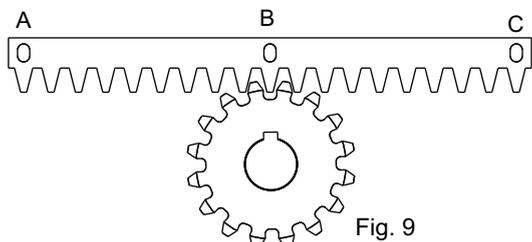
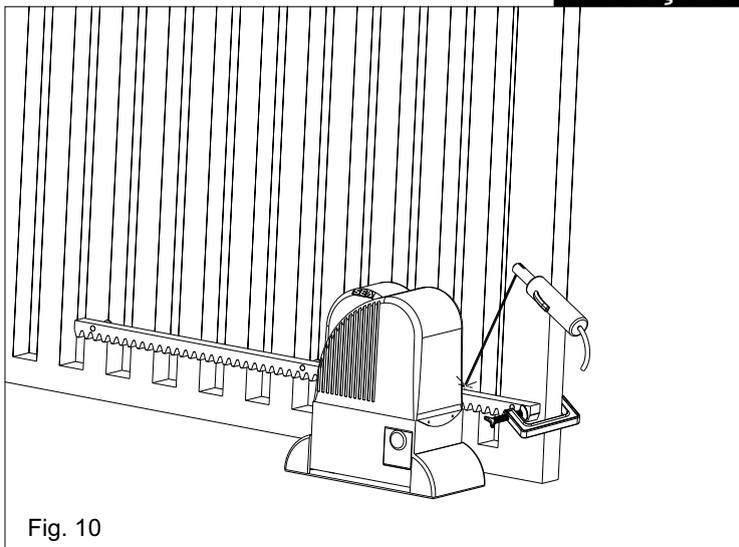

Fig. 9
Fig. 10
6.3. Suivant la figure 9, poser le premier élément de la crémaillère sur le pignon de façon qu'il résulte parallèle à la guide du pavement du portail et pointer par soudure l'entretoise "B" à la structure du portail (Fig. 10). Faire évoluer le portail jusqu'au point "C" et vérifier l'appui sur le pignon, pointer par soudure "C" puis idem pour "A";